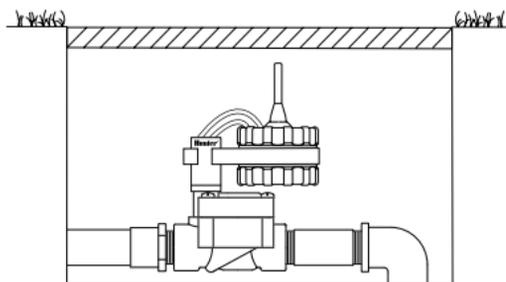

Figura 2
**Per montare il WVC ad una valvola (Figura 2), procedere come segue:**